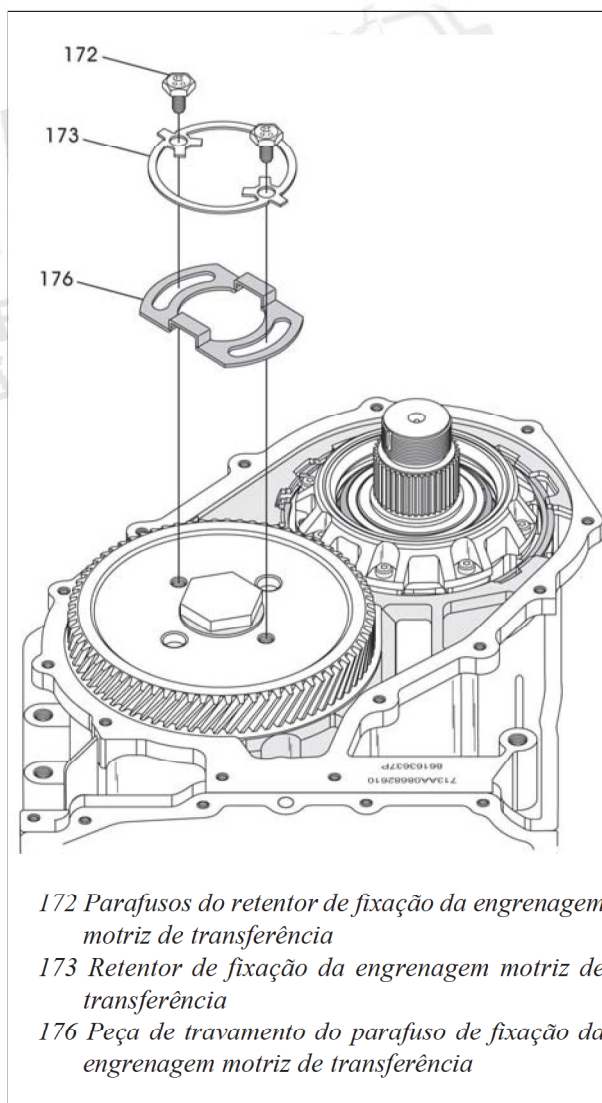

Figura 76
66. Remova os dois parafusos de travamento do retentor, conforme mostra a figura 76.
67. Remova o retentor de travamento da engrenagem de transferência, conforme mostra a figura 76.